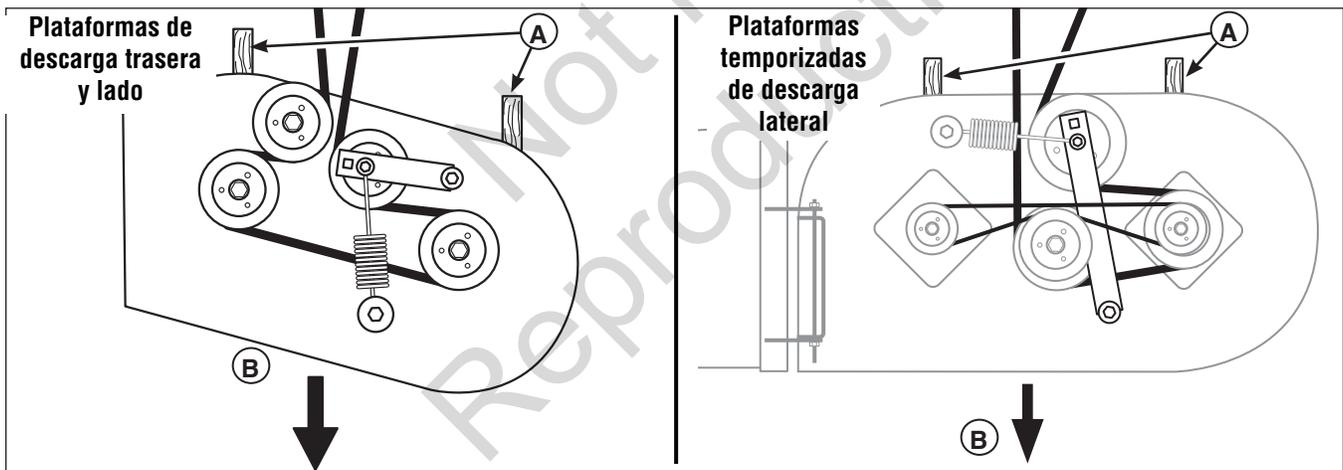

Figura 29. Ubicaciones de bloques de 2 x 4
4. Ponga bloques de 2 x 4 debajo de la parte trasera de la plataforma del cortacésped con los costados en posición vertical a 3-1/2". Consulte la Figura 29.